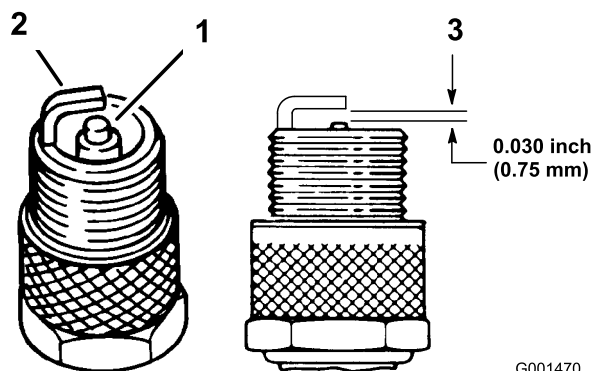

Рисунок 27
1. Осмотрите середину каждой свечи зажигания (**Рисунок 27**). Если вы видите на изоляторе светло-коричневый или серый налет, то двигатель работает должным образом. Черный налет на изоляторе обычно означает, что загрязнен воздухоочиститель.
2. Проверьте зазор между центральным и боковым электродами (**Рисунок 27**). Если зазор неправильный, отогните боковой электрод (**Рисунок 27**).
3. Присоедините провода к свечам зажигания (Рисунок 27).